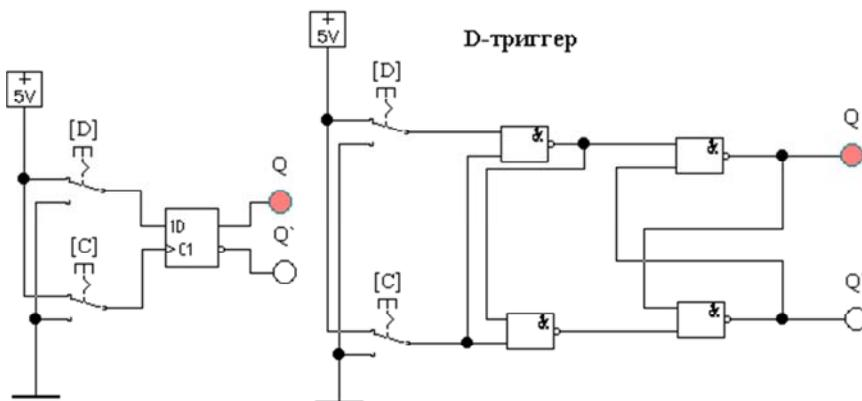
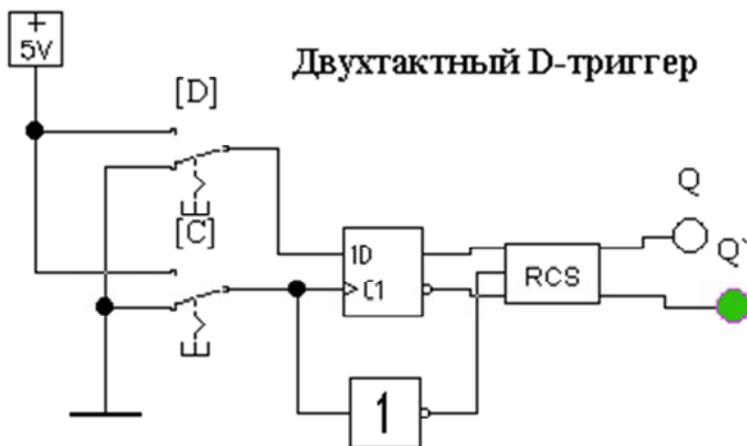

Рис. 14.4. D -триггеры (файл **d-trig.ewb**)
Рис. 14.5. Двухтактный D -триггер (файл **dd-trig.ewb**)
2. Исследовать синхронные D -триггеры (файл **d-trig.ewb**, рис. 14.4), двухтактные D -триггеры (файл **dd-trig.ewb**, рис. 14.5). Составить таблицу переключений триггера.